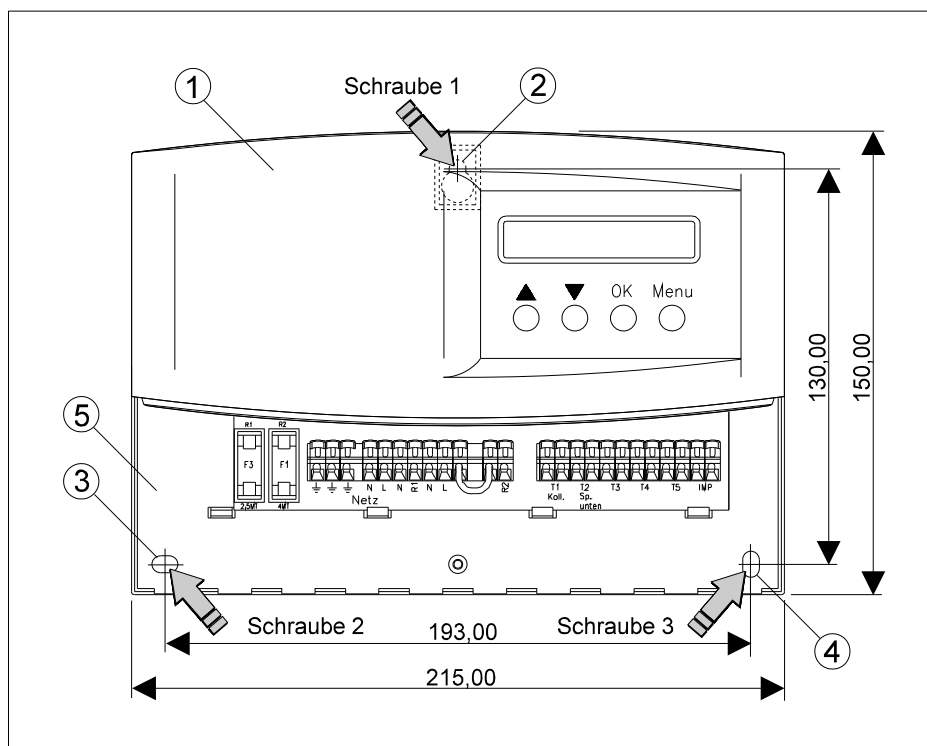

Bild 4: Montageschema
Die obere Reglerabdeckung (Bild 4, Pos. ①) dient dem Schutz der Reglerelektronik und darf für Montagezwecke nicht abgenommen werden.
Zur Befestigung muß zunächst die Schraube 1 in die Wand geschraubt werden. An dieser Schraube wird der Regler anschließend mit der Aussparung (Bild 4, Pos. ②) aufgehängt. Zum Anzeichnen der beiden weiteren Befestigungslöcher kann der Regler als Schablone verwendet werden (Achtung: Regler nur als Zeichenschablone, niemals als Bohrschablone verwenden). Nachdem der Regler an die Wand geschraubt wurde, kann mit der Verdrahtung begonnen werden.
Nachdem der Klemmenbereich (Bild 4, Pos. ⑤) mit der Klemmenkastenabdeckung und zugehöriger Gehäuseschraube geschlossen wurde, kann nun das Netz zugeschaltet werden. Nach Zuschalten des Netzes muß in der LCD-Anzeige des Reglers das erste Programmenü Messwerte erscheinen.